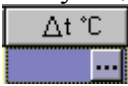

Рис.41 Инкремент по времени
2. В соответствующей строке таблицы с программой амплификации с помощью кнопки  открыть окно **Использование инкремента** (Рис.41).